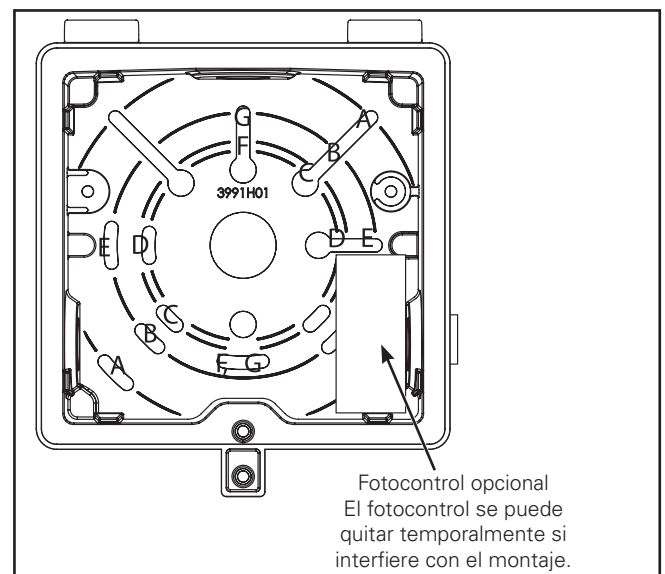

Figura 1.
1. Desatornille la puerta con el destornillador phillips. Retire la puerta de la caja trasera. Confirme el tamaño de la caja de derivación antes de retirar el material de la junta para la aplicación (Figura 1). Solo retire el material de la junta necesario para la instalación. Monte la caja de derivación en la caja trasera con el accesorio incluido o mediante montaje con retraso. Utilice los empalmes de la caja de derivación para el montaje con retraso (Ejemplo: D-D). Accesorio de montaje con retraso de otras marcas.